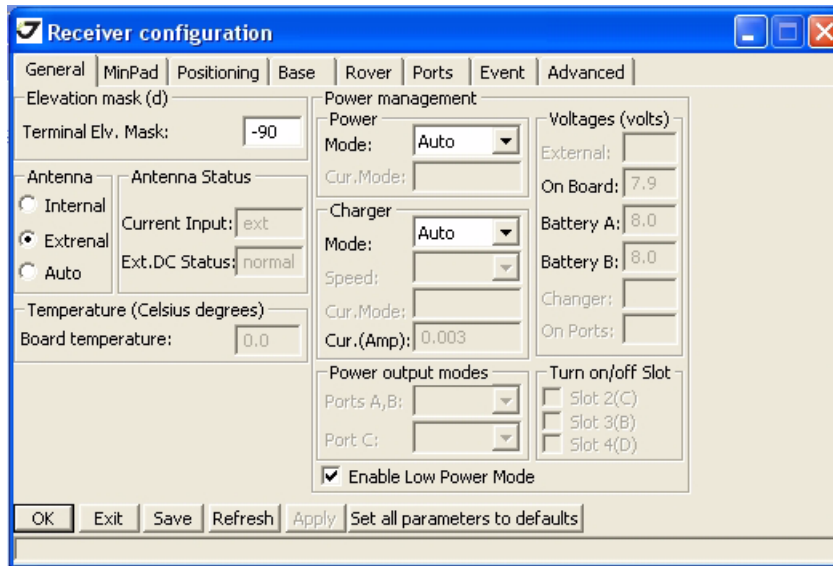

Рисунок 2-4. Закладка *General*
4. Откройте закладку *General* (Рисунок 2-4):